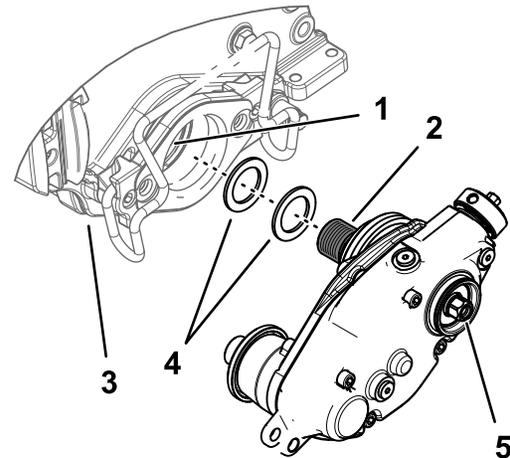

Bild 12
2. Wenn der Groomerantrieb an der linken Seite des Mähwerks montiert ist, legen Sie zwei Beilagscheiben auf das Gewinde des schwarzen Spindeladapters (Bild 12).
4. Befestigen Sie den Groomerantrieb an der Spindelwelle (Bild 12).
6. Ziehen Sie bei zurückgehaltener Spindel den Sechskantantrieb der Antriebswelle auf ein Drehmoment von 135-150 Nm an, siehe Bild 12.